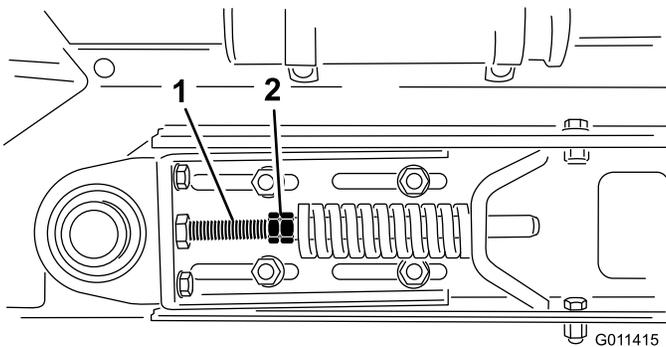

**Figure 30**
2. Retirez le maillon de fermeture de la chaîne et déposez la chaîne du petit pignon (Figure 30).